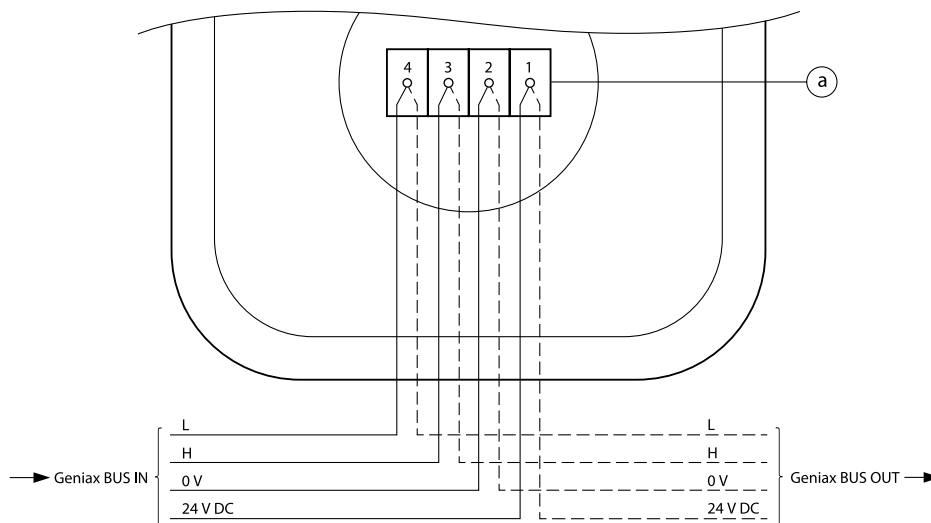

Fig. 19-1a: Anschluss GeniAx Ambient Sensor an GeniAx BUS-System
- Die Aderenden des **ankommenden** Buskabels (GeniAx BUS IN, vgl. Fig. 19-1a) 5-6 mm abisolieren.
- Die vier farbigen Adern (rot, schwarz, gelb, weiß) des **ankommenden** Buskabels (GeniAx BUS IN) an die entsprechenden Klemmen des Ambient Sensor anschließen gem. Tab. 19-1 und Fig. 19-1a. Je nach Anordnung des Ambient Sensor im BUS-System:
- Die Aderenden des weiterführenden Buskabels (GeniAx BUS OUT, vgl. Fig. 19-1a) 5-6 mm abisolieren.
- Die vier farbigen Adern (rot, schwarz, gelb, weiß) des **weiterführenden** Buskabels (GeniAx BUS OUT) an die entsprechenden Klemmen des Ambient Sensor anschließen gem. Tab. 19-1 und Fig. 19-1a.